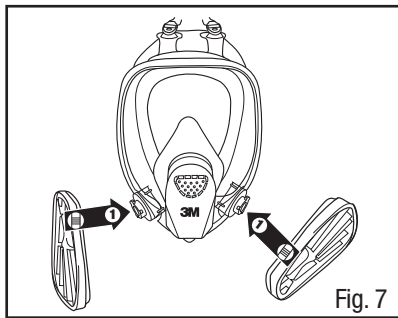

Fig. 7
1. Alinhe o encaixe na borda do adaptador 603 com a marca da peça facial como mostrado (Fig. 7).